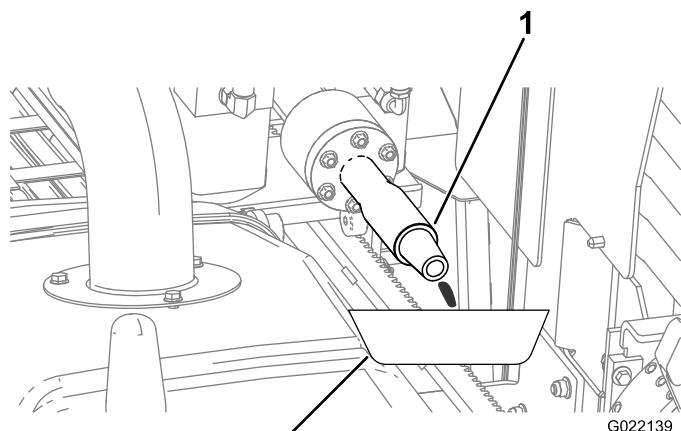

Рисунок 151
- B. Подставьте сливной поддон под буровой шпиндель для сбора утечки антифриза (Рисунок 151).
- D. Когда антифриз будет выходить из бурого шпинделя (Рисунок 151), выключите насос.